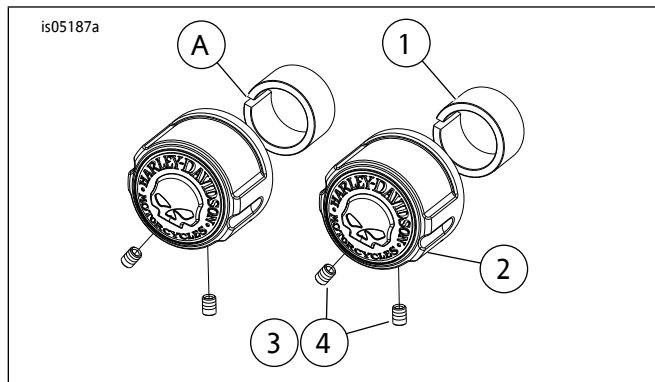
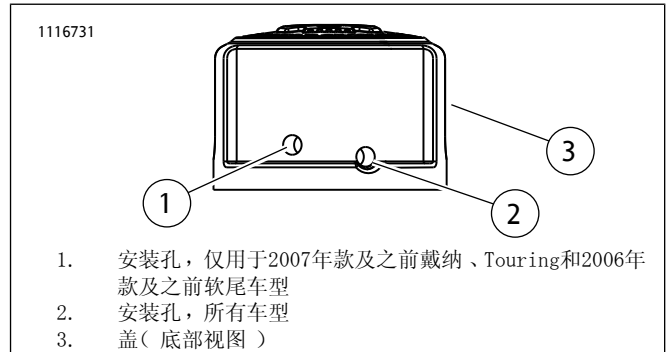

图1. 前车轴螺母盖套件
图2. 安装隔块和盖
- 参见图1。将隔块(1)安装至车轴螺母和车轴杆，使隔块上的槽(A)指向9点位置。
- 参见图2。在安装孔(1和2)中安装定位螺丝。可靠拧紧所有四个定位螺丝。
- 参见图1。丢弃隔块(1)。将车轴盖(2)直接安装至车轴螺母和车轴杆，使Skull(骷髅)处于竖直向上位置。
- 参见图2。在安装孔(1和2)中安装定位螺丝。可靠拧紧孔(1)中的螺丝，然后拧紧孔(2)中的螺丝。
- 参见图1。丢弃隔块(1)。参见图2。使用安装孔(2)将0.375英寸长度定位螺丝安装至其中一个车轴螺母盖。将盖安装至车轴螺母侧。